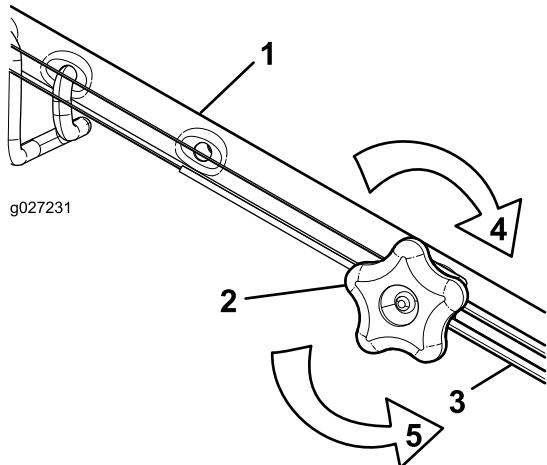

Figura 42
1. Gire el pomo de ajuste en sentido antihorario para aflojar el cable (Figura 42).
2. Ajuste la tensión del cable (Figura 42) tirando del mismo hacia atrás o empujándolo hacia adelante, y sujetelo en esa posición.